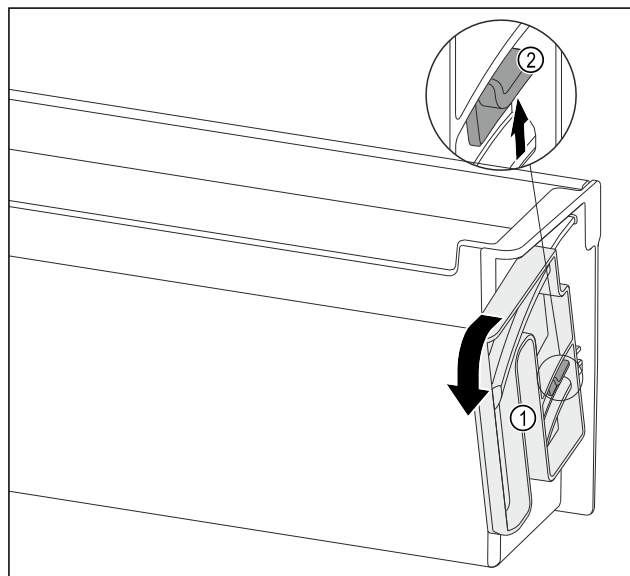

Fig. 150
- Okrenite okretnu jedinicu Fig. 150 (1) u navedenom smjeru sve do graničnika.
- Pritisnite jezičac Fig. 150 (2) prema gore i oprezno izvucite okretnu jedinicu Fig. 150 (1).